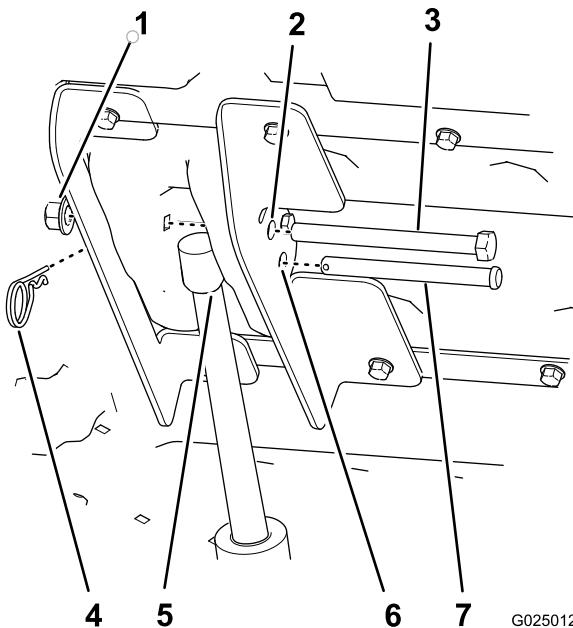

Figura 9
7. Pressione a aleta superior do interruptor do elevador da caixa para estender a barra do accionador do elevador até que o furo na barra fique alinhado com os furos nos suportes interior e exterior do elevador (Figura 9).
8. Fixe a barra do accionador do elevador aos suportes do elevador com o passador de forquilha (3-1/2 pol.) e o gancho (Figura 9).
- Alinhe o parafuso de cabeça sextavada (1/2 x 5-1/2 pol.) através dos restantes furos de 12,7 mm nos suportes interior e exterior do elevador (Figura 9) e prenda com uma porca (1/2 pol.) até que a porca flangeada esteja fixa.
2. Remova o gancho e o passador de forquilha que prendem a barra do accionador aos suportes interior e exterior do elevador (Figura 9).
7. Desça a caixa e alinhe o accionador do elevador com os suportes do elevador (Figura 9).
8. Prenda o accionador do elevador com os suportes do elevador com o passador de forquilha e gancho (Figura 9).